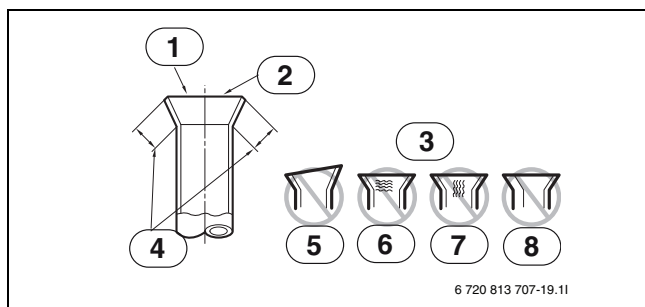

Fig. 20
- Confrontare gli attacchi a cartella con le immagini (→fig. 20).